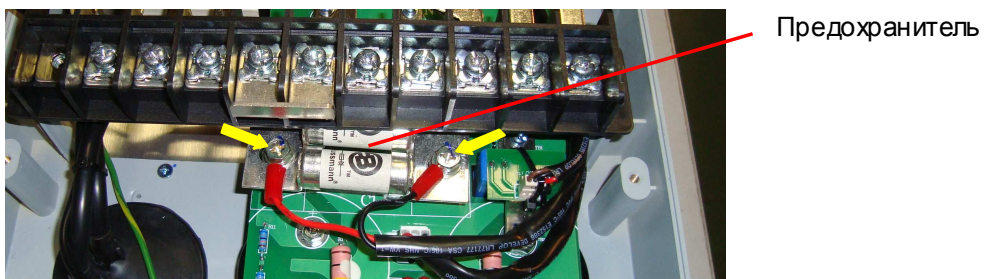

Рис. 6.7
6.6.1. Выкрутить два винта (рис. 6.7, желтые стрелки), демонтировать предохранитель и положить его в тару.